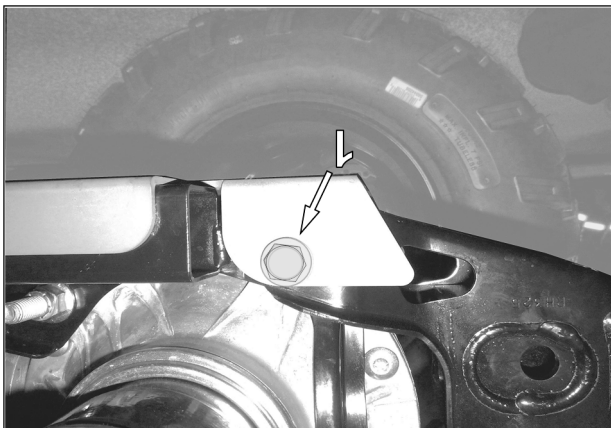

Fig. 4
3. Dévisser et retirer le boulon de fixation (1) du différentiel arrière. Positionner la plaque anti-rotation arrière (B1) sous le véhicule. Les trous de fixation du différentiel au châssis du véhicule, l'extrémité doivent être alignés avec le trou de fixation du différentiel (1) du différentiel arrière. Réinstaller le boulon de fixation (1) du différentiel arrière et utiliser le nouvel écrou (B4) fourni. Ne pas le serrer complètement. Voir la Fig. 3 et la Fig. 4